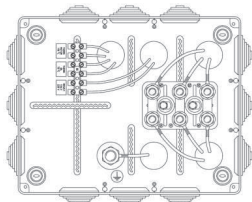

Fig. 14 – Caja de conexiones para centralita estándar
- La caja de la centralita estándar comprende (ver Fig. 14):